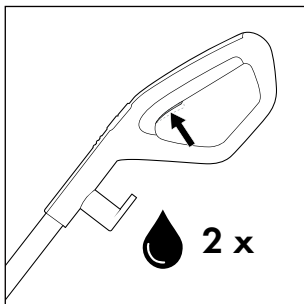
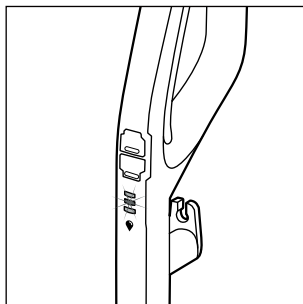

Fig. 14
Fig. 15
- ◆ Înainte de fiecare utilizare, apăsați de două ori scurt comutatorul pentru soluția de curățare 15 pentru a activa funcția de pulverizare permanentă și pentru a pregăti de utilizare rola perie 6 cu soluția de curățare (a se vedea fig. 14). Afișajul soluției de curățare  12 clipește albastru alternativ atunci când funcția de pulverizare permanentă este activată sau când comutatorul pentru soluția de curățare 15 este ținut apăsat (a se vedea fig. 15).